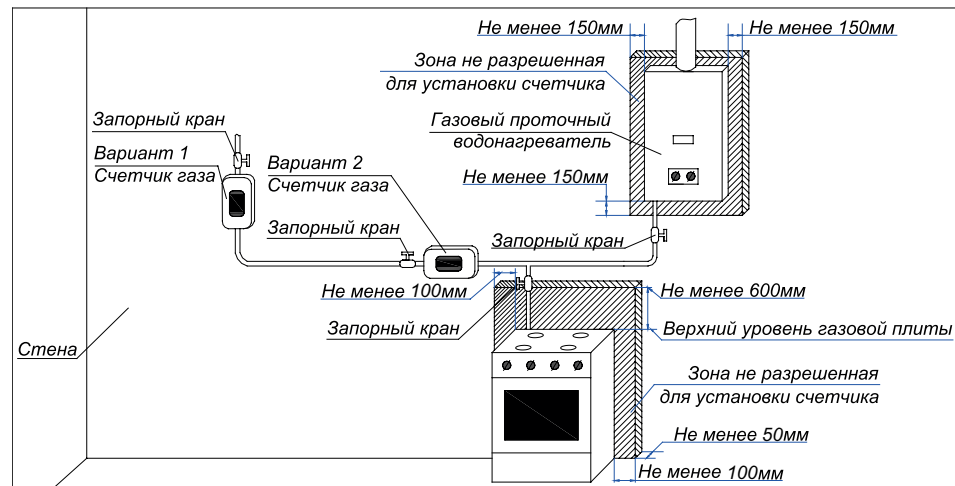

Рис. 1. Вариант установки счетчика в вертикальном и горизонтальном положениях
6.1 Счетчик устанавливается на горизонтальной или вертикальной линиях газопровода, между газовым краном и бытовыми газовыми приборами, например, газовой плитой и газовым котлом (рис. 1).
6.4 Другие позиции установки счетчика, не указанные в схеме (рис.1), не должны противоречить СП 42-101-2003 г.